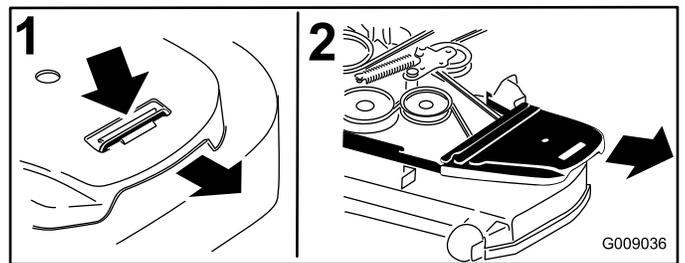

Figure 89
5. Retirez le couvercle de courroie en plastique (Figure 89).
4. Retirez les couvercles de courroie (Figure 89).